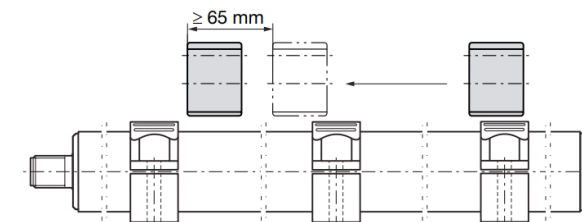

図 5-3: 複数のポインタを使用する場合の間隔
- 複数のポインタを使用する場合は、それぞれ 65 mm 以上の間隔を設けてください (図 5-3 を参照) 。